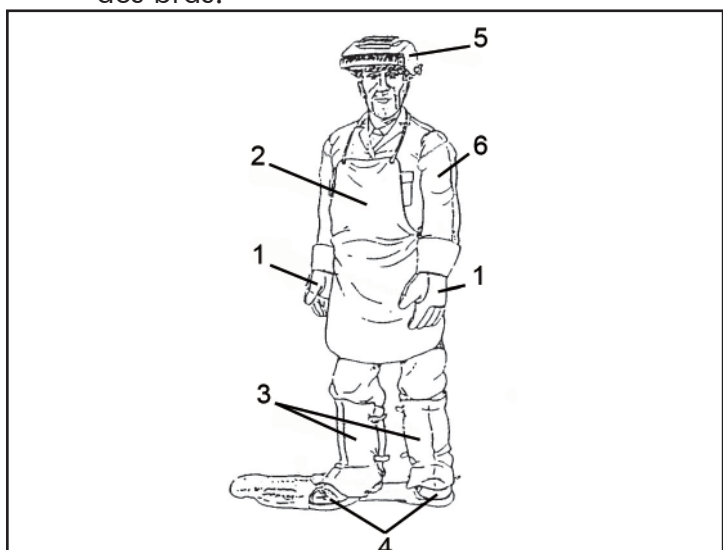

FIGURE 1
- Les opérateurs et leurs assistants doivent protéger leur corps en endossant des combinaisons de protection fermées et non inflammables, sans poches ou revers. Les éventuelles traces d'huile ou de graisse présentes sur les vêtements doivent être éliminées avant de les endosser. Endosser uniquement les vêtements sur lesquels figure la marque CE et adaptés au soudage à l'arc et au coupage (Fig. 1):